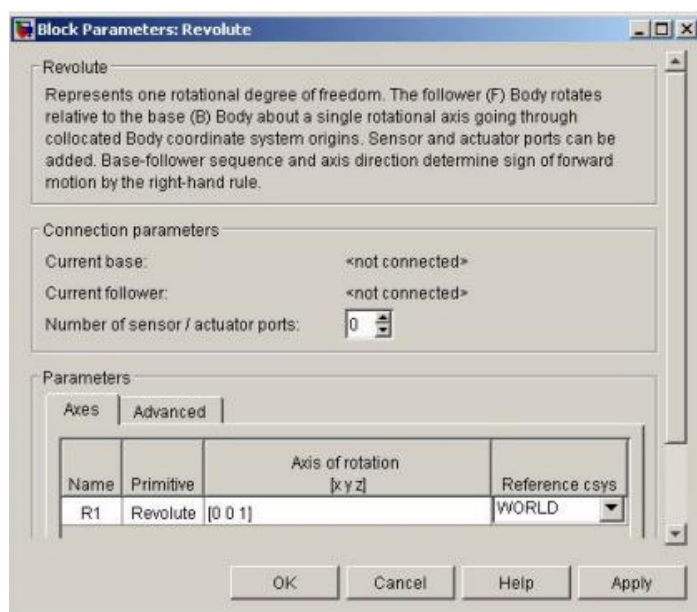

Рис. 8.13. Настройка параметров Revolute
2. Блок **Revolute** обеспечивает одну вращательную степень свободы тела, следующего за блоком Revolute вокруг оси, заданной на вкладке Axes окна настройки блока (рис. 8.13) в виде вектора [X Y Z], аналогично блоку Prismatic.